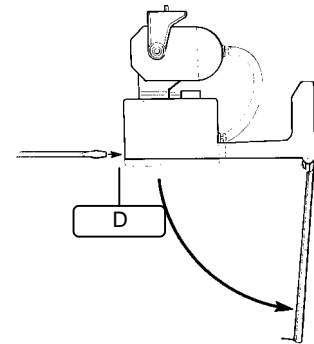

Fig.2
2. Aprire il coperchio spingendo leggermente con un cacciavite sulla tacca **D** (Fig.2)
3. Rilasciare il coperchio di fondo (Fig.2) ed estrarre la placca d'alluminio **B** dal brandeggio